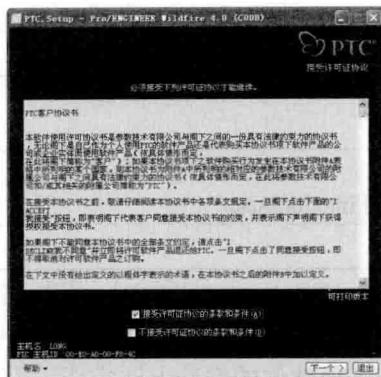
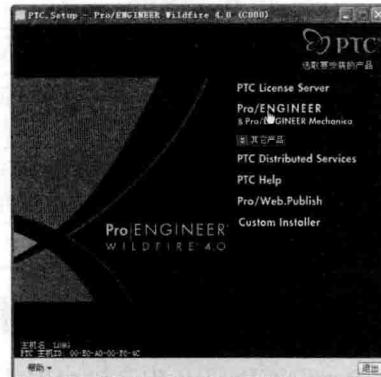

图 1-7 许可证协议界面
图 1-8 安装产品界面
**Step 03** 在弹出的“接受许可证协议”界面中，选择“接受许可证协议的条款和条件（A）”选项，然后单击“下一个”按钮，如图 1-7 所示。在弹出的“选择要安装的产品”界面中，选择“Pro/ENGINEER & Pro/ENGINEER Mechanica”选项，如图 1-8 所示。